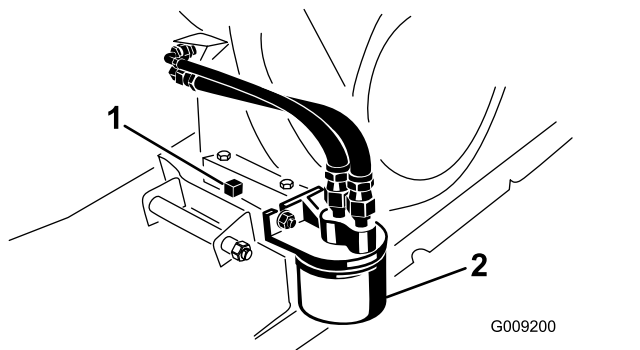

Figura 33
6. Coloque un recipiente debajo del tapón de vaciado (Figura 33).
7. Retire el tapón de vaciado y la junta (Figura 33).
2. Retire el filtro de aceite (Figura 33).
4. Enrosque el filtro nuevo sobre el adaptador del filtro hasta que la junta toque la placa de montaje, luego apriete el filtro  $\frac{1}{2}$  –  $\frac{3}{4}$  de vuelta más (Figura 33).